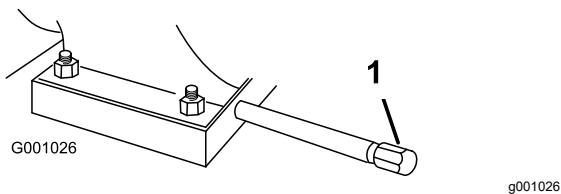

Figure 37
1. Nettoyez la surface autour du bouchon de vidange d'huile (Figure 37).